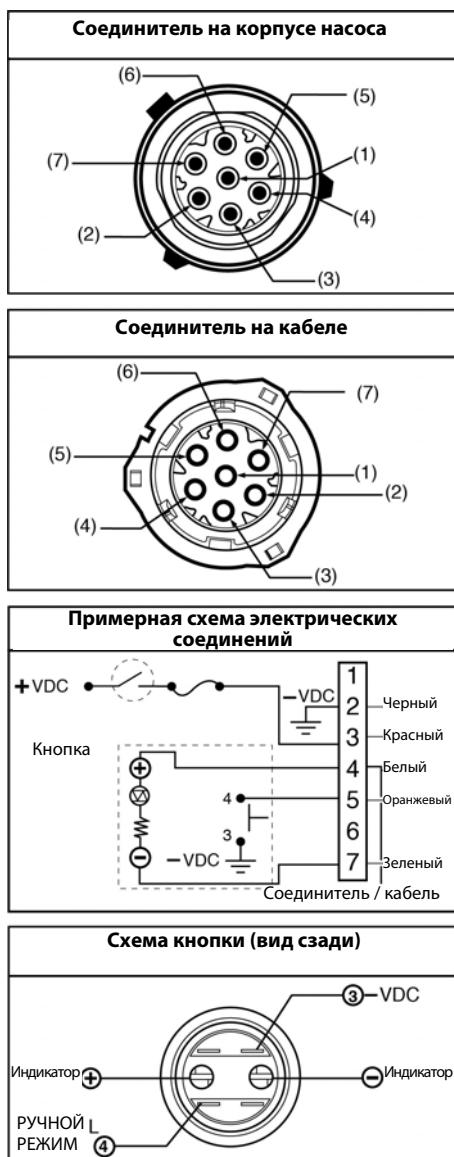

Рис.17
- Очистите место рядом с кнопкой для размещения этикетки (55) внутри кабины. Приклейте этикетку к монтажной поверхности.
- Подключите соединитель (52) к кнопке и насосу. См. таблицу с цветами контакта и соответствующего провода (ниже) и информацию о подключении на Рис.17, стр. 17.
Цвет контакта и соответствующего провода (Рис.17)